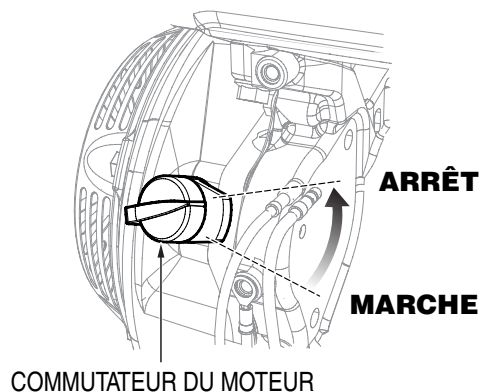

Figure 29. Commutateur de marche/arrêt du moteur (OFF)
2. Mettre le commutateur de marche/arrêt du moteur dans la position d'arrêt (Figure 29) **OFF**.